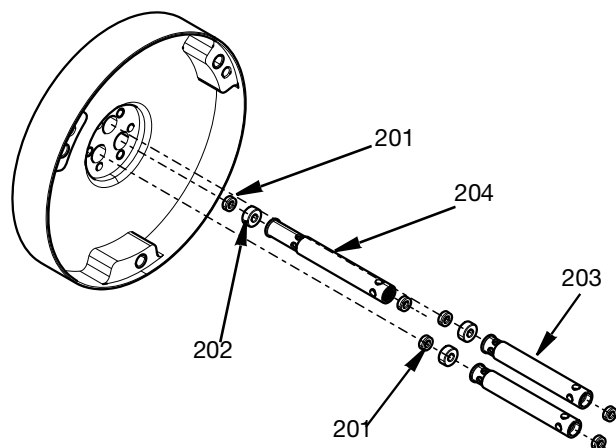

FIG. 26
6. Zasuňte distanční vložky vstupního vedení (203) a distanční vložku vratného vedení (204) těsnění jehly (201) a ložiska (202) do středního tělesa. Viz **Sada nástrojů pro vložení a vyjmutí těsnění, 25T489**, strana 35, kde je popsána montáž těsnění jehly. Ověřte si, zda je delší distanční vložka vratného vedení (204) umístěna v komoře III, jak je vyznačeno na přední straně středního tělesa. Viz FIG. 26.